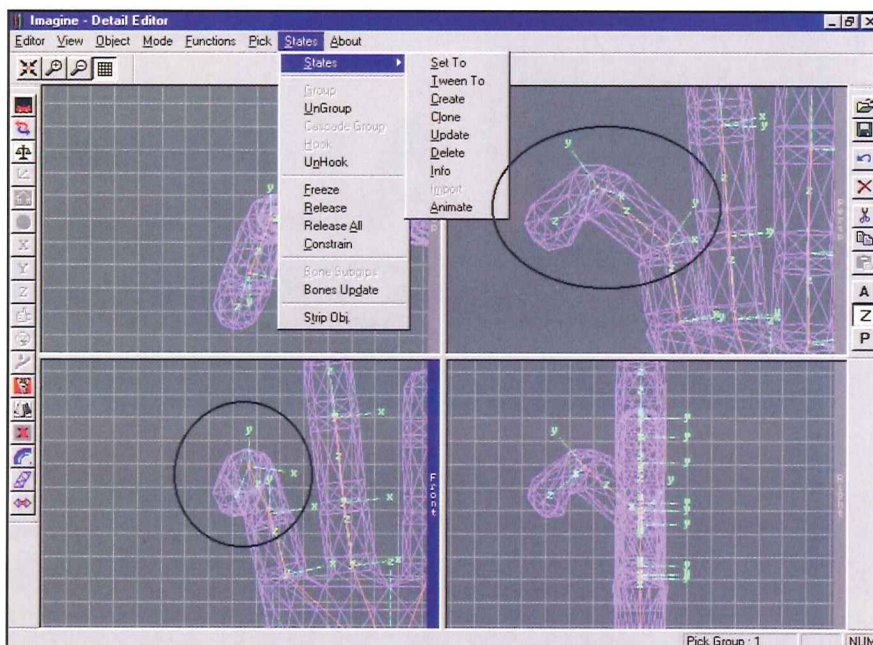

FIGURA 6. ADAPTACIÓN DEL OBJETO A LA NUEVA POSICIÓN DEL HUESO.
5.- Tras estas operaciones, ya sólo queda actualizar la estructura del objeto para que se adapte a la nueva forma de los huesos. Para esto debemos seleccionar todo el objeto pulsando sobre el eje grande del centro de la palma y, utilizando el comando *Bones Update* del menú *States*, veremos cómo el dedo se posiciona en relación a los huesos que se han movido como podemos apreciar en la figura 6.